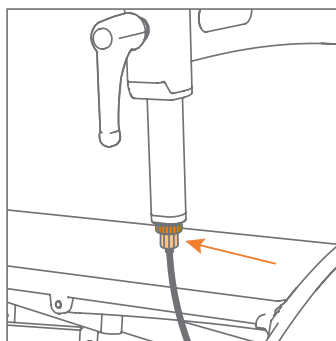

Figure 71: Réglage du frein par la vis de réglage, juste en dessous de la bague de verrouillage.
- b. Desserrez d'abord la bague de verrouillage (tirez le câble vers le bas pour faciliter l'opération). Cela vous donne l'espace nécessaire pour serrer ou desserrer la vis de réglage située en dessous (**Figure 71**).